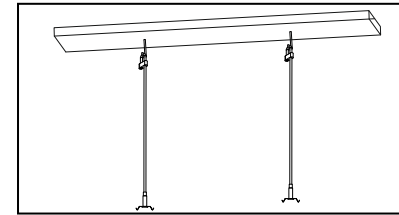

Рис. 1
- 5.10 Закрепите стальные тросы на поверхности потолка по месту установки осветительного прибора (рис. 1).